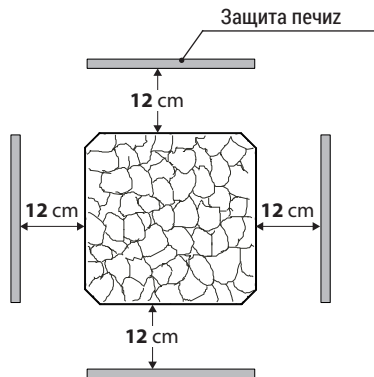

Рис. 2
- При установке печи сауны необходимо следить, чтобы горизонтальное расстояние (между боковыми сторонами) между печью и стенкой кабины составляло не менее 4 см (рис. 2).
- Расстояние между защитной решеткой печи или лежанкой и другими воспламеняющимися материалами и печью должно составлять не менее 4 см. (Рис. 2)